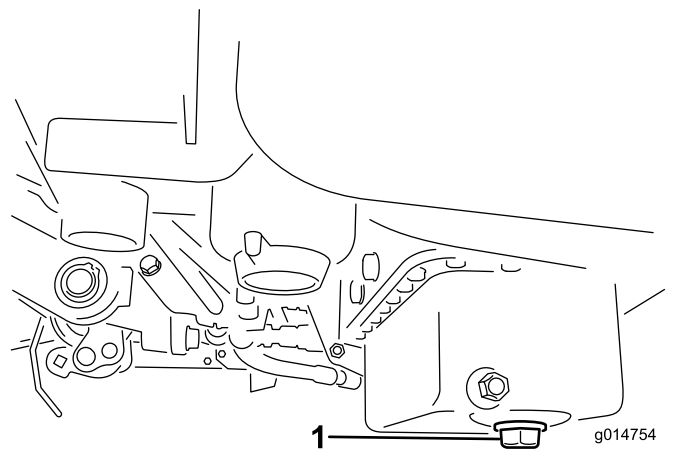

Figura 28
1. Retire o tampo de escoamento e deixe o óleo escorrer para um recipiente adequado. Quando o óleo parar, volte a montar o tampo de escoamento (Figura 28).